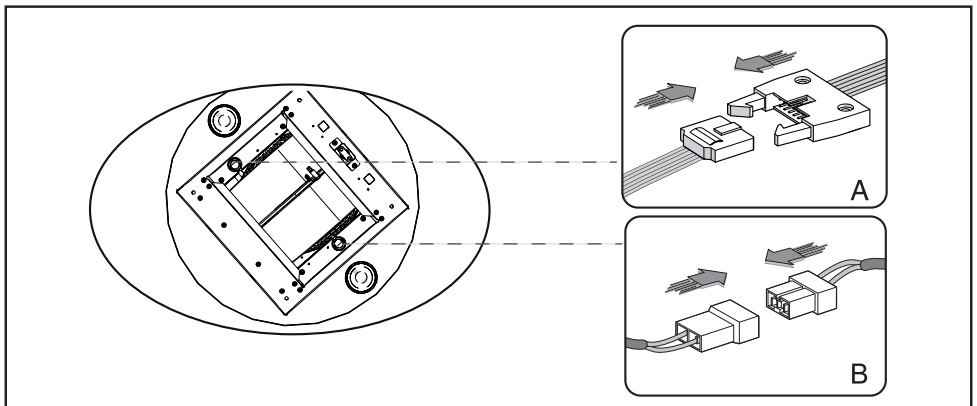

Fig.14
6. Realice las conexiones eléctricas entre el cuerpo de la campana y el grupo motor **(Fig.14 A y B)**.